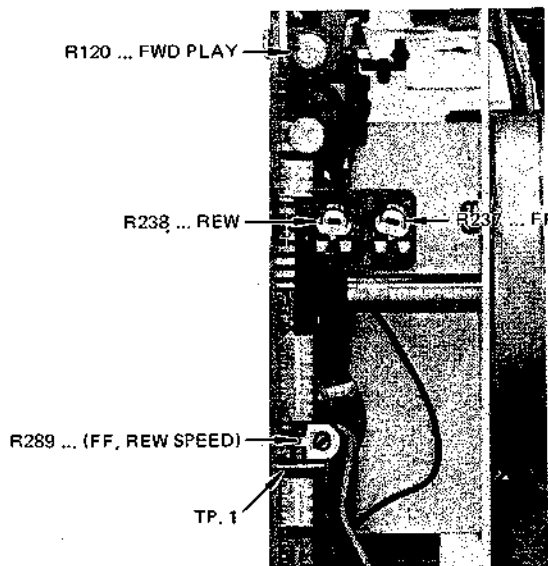
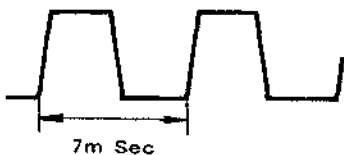

図5 テープ・テンション調整箇所
図7 TP.1の波形
- (1) パワー/サーボ基板のTP.1(図5参照)にオシロスコープを接続する。
- (2) デッキをFFモード又はREWモードにする。
- (3) TP.1の波形の波長が7 m secになるようにR289(図5参照)を調整する……………図7
- (4) FFとREWで大きな差がないことを確認する。